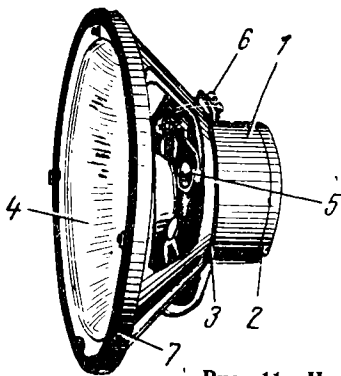

Рис. 11. Низкочастотная головка 2А-9
**Головка 2А-9** (рис. 11) отличается от головки 2А-8 наличием постоянного магнита и большей по размерам и весу звуковой катушкой.